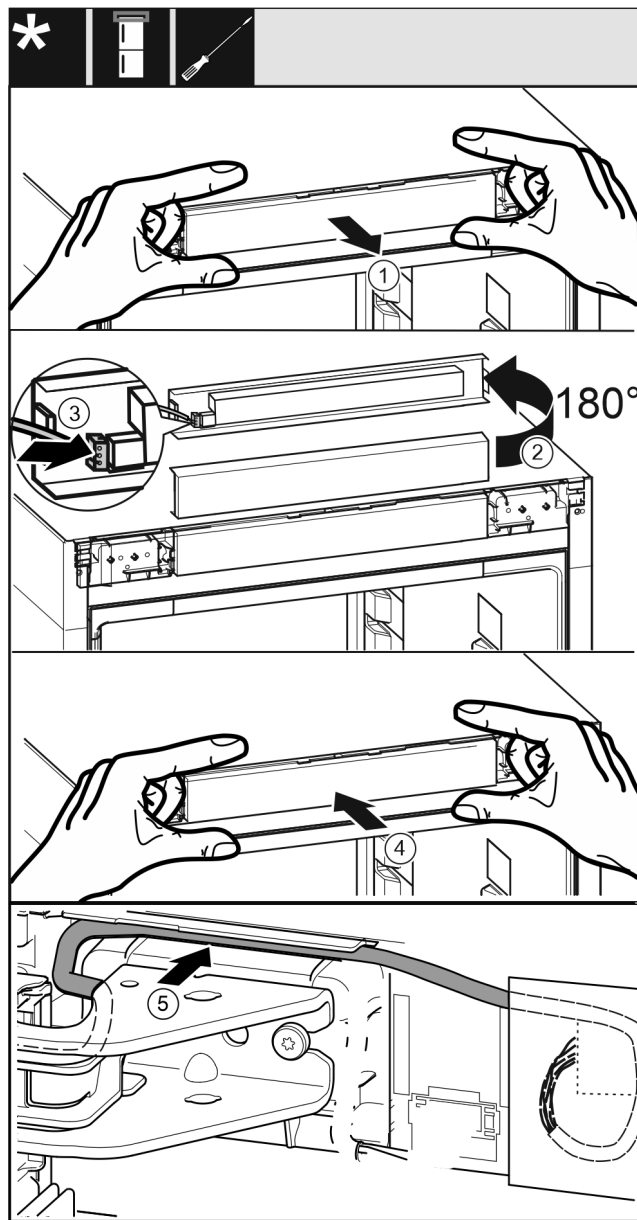

Fig. 60
- ▶ 小心地取出控制面板 Fig. 60 (1)。
- ▶ 将控制面板 Fig. 60 (2)向上旋转 180°。
- ▶ 将插头 Fig. 60 (3)卡紧在控制面板上。
- ▶ 将控制面板 Fig. 60 (4)重新卡紧在冰箱上。
- ▶ 将电缆 Fig. 60 (5)通过上方托架小心地放置到导向装置中。